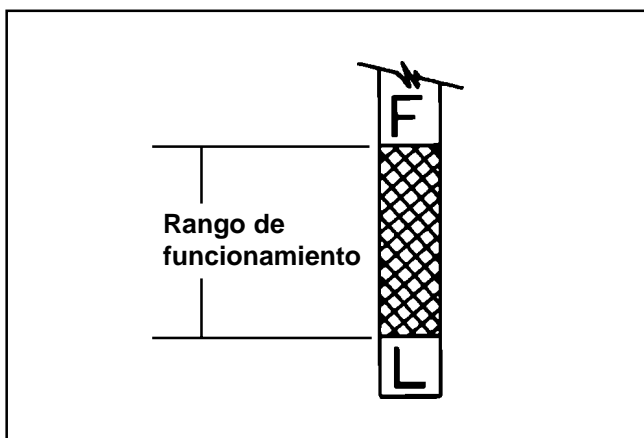

Figura 6-5. Varilla de nivel de aceite.
4. Saque la varilla y compruebe el nivel de aceite. El nivel de aceite deberá llegar hasta la marca "F" de la varilla sin sobrepasarla. Ver Figura 6-5.